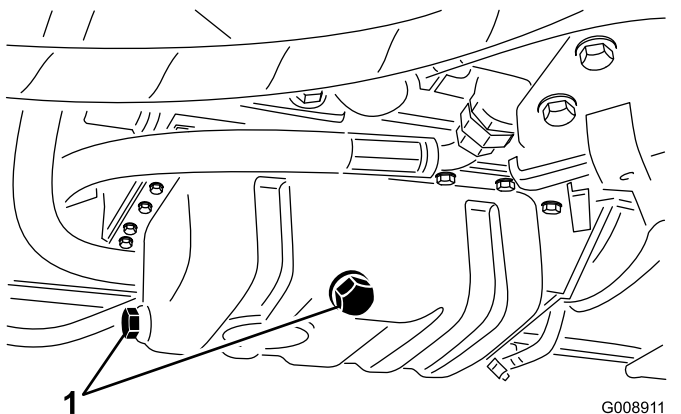

Bild 74
3. Entfernen Sie eine Ablassschraube (Bild 74) und lassen das Öl in eine Auffangwanne ablaufen; setzen Sie die Schraube ein, wenn kein Öl mehr ausläuft.